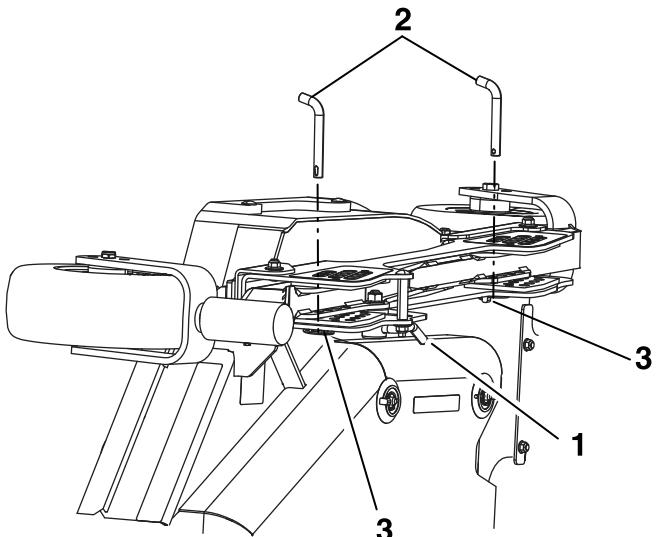

Figura 28
- B. Abra los bloqueos de leva situados en el canal de altura de corte de la carcasa lateral (**Figura 28**).
- D. Mueva la carcasa lateral a la altura deseada e instale los pasadores de ajuste de la altura de corte y los pasadores de seguridad (Figura 28).